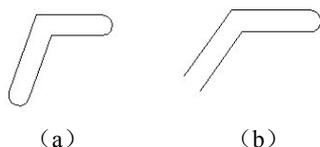

图 3-32 多线起（端）点是否绘外弧
- 外弧：利用“起点”和“端点”开关确定“多线”在起始端或终止端最外面的两条线之间是否绘弧。选择该选项表示在最外面的两根线之间绘弧，如图 3-32 (a) 所示；否则不绘弧。如果一端选择，另一端未选择，则一端绘弧，另一端不绘弧，如图 3-32 (b) 所示。